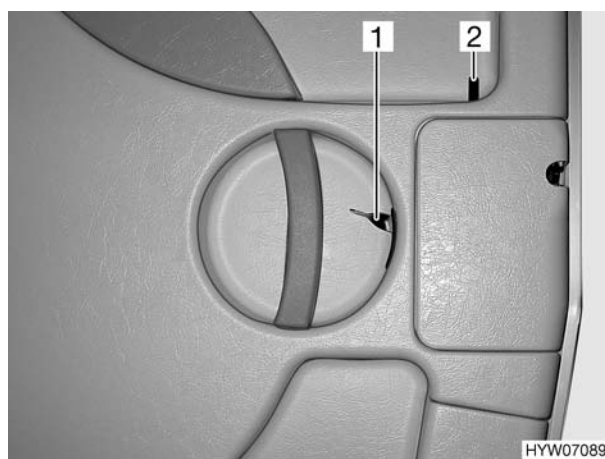

Fig. 15 Serratura della porta di ingresso, lato interno
- Premere la maniglia (Fig. 15,1) verso il basso. La serratura della porta si sblocca.
- Premere il bottone di sicurezza (Fig. 15,2) verso il basso.